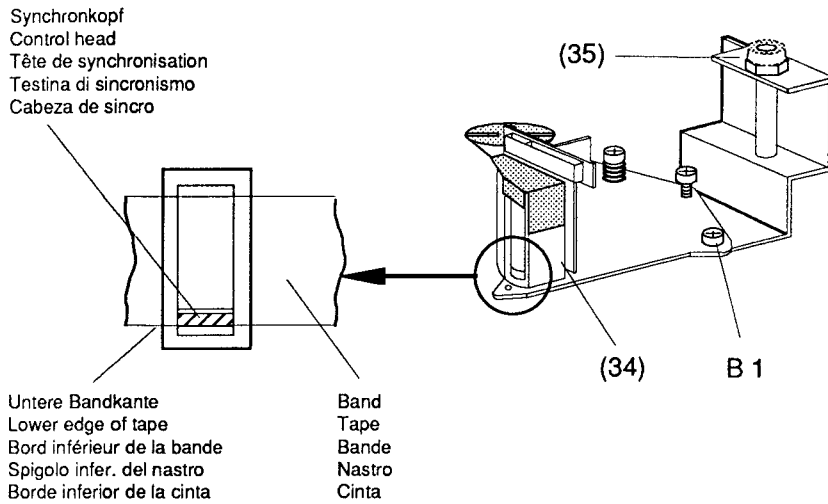
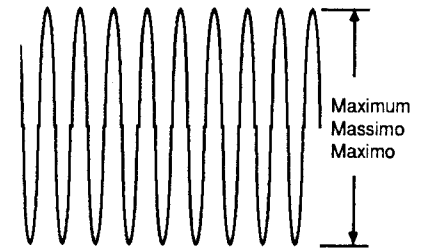

Fig. 43
Fig. 44
- mit Mutter (35) den unteren Rand des Synchronkopfes mit dem unteren Rand des Bandes zur Deckung bringen (Fig. 43).
- mit Mutter (35) maximale Ausgangsspannung einstellen (Fig. 44).
- Turn the nut (35) so that the bottom edge of the Sync Head coincides with the lower edge of the tape (Fig. 43).
- Adjust the nut (35) to obtain maximum output voltage (Fig. 44).
- mit Schraube "B1" maximalen Ausgangspegel einstellen (Fig. 43, Fig. 44).
- Adjust the screw "B1" to obtain maximum output voltage (Fig. 43, Fig. 44).